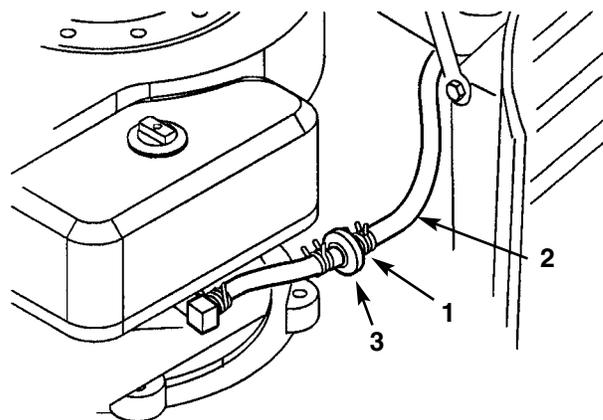

Fig. 26
3. Stringete insieme le estremità della fascetta per tubi e fatela scorrere verso l'alto sul tubo di alimentazione verso il serbatoio carburante (Fig. 26).
4. Togliete con uno strappo il tubo di alimentazione dal filtro (Fig. 26) e lasciate che la benzina scoli in una tanica o una bacinella di raccolta.
Il momento migliore per sostituire il filtro (Fig. 26) è quando il serbatoio carburante è vuoto. Non montate mai un filtro sporco se è stato tolto dal tubo di alimentazione.
3. Stringete insieme le estremità delle fascette per tubi e fatela scorrere lontano dal filtro (Fig. 26).